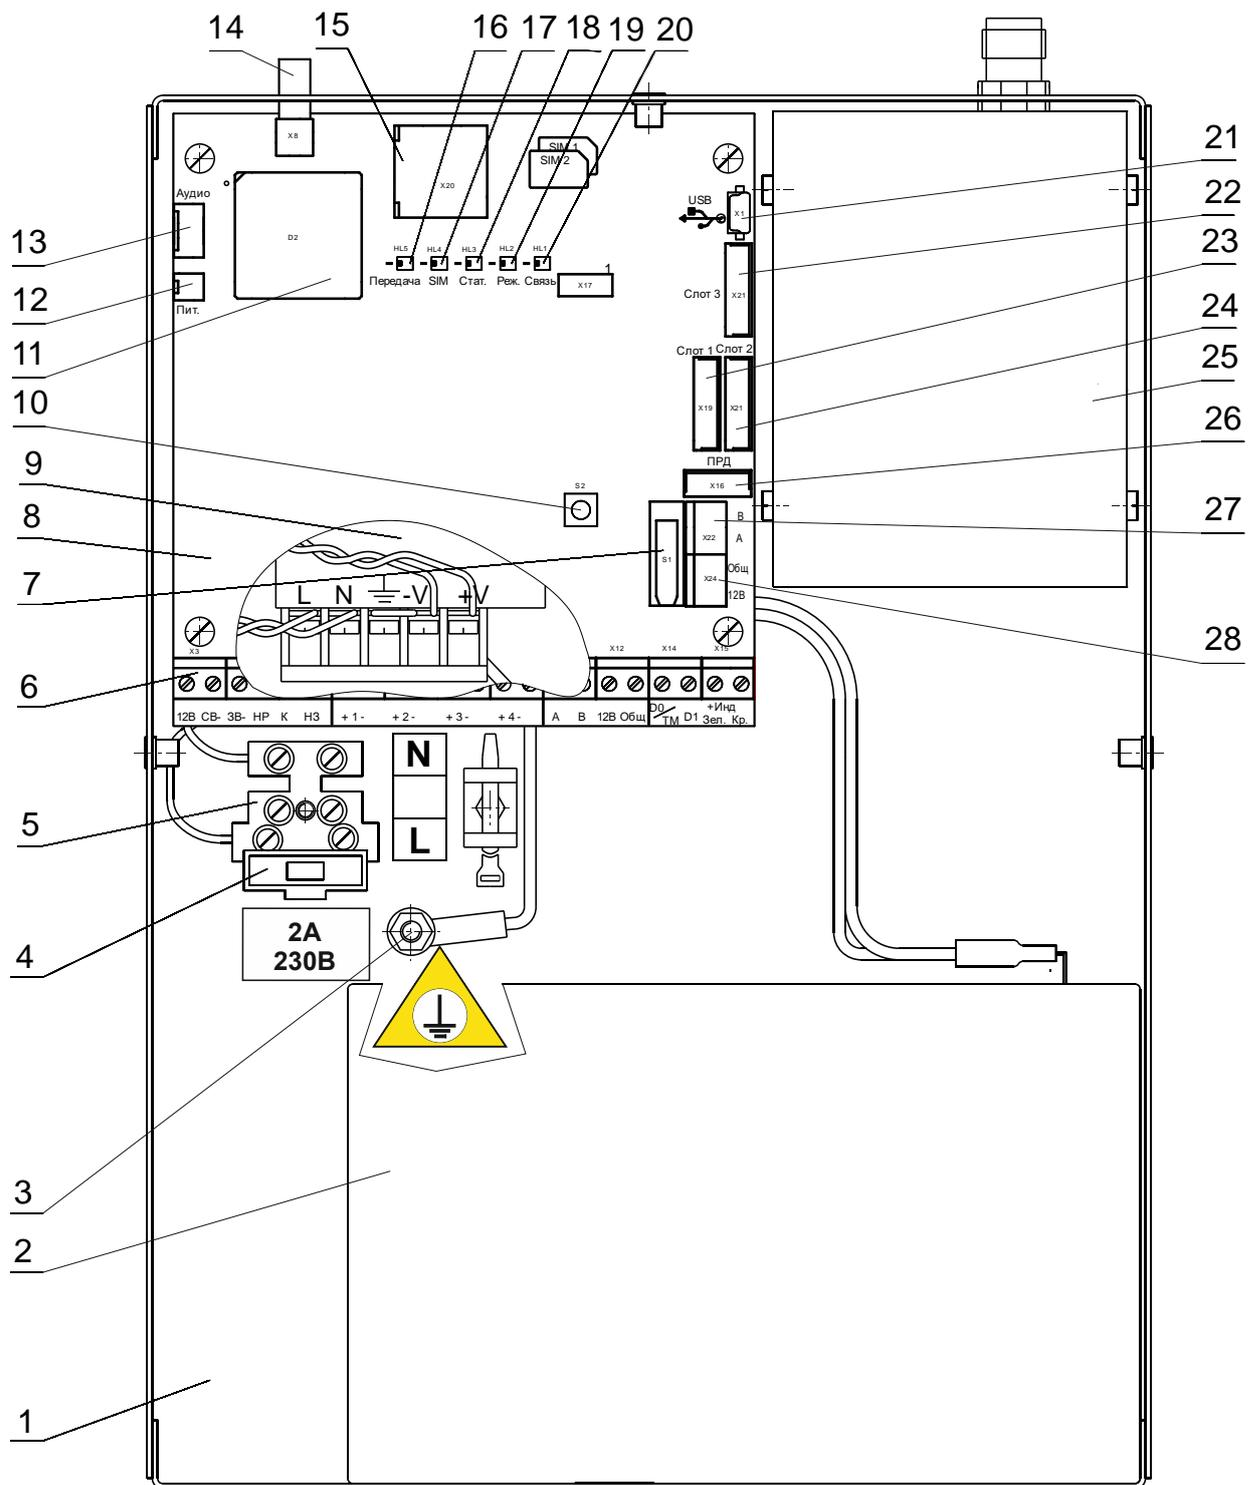

Рисунок 1
3.3.1 К линии № 1 (входы «А», «В», «12В», «Общ» см. рисунок 1, поз. 6) подключаются приборы ПОО/ППКП «Протон» в режиме ППКП - для увеличения количества шлейфов, а также клавиатуры «Протон КС-20» и расширители РШР в количестве до 32 устройств (рисунок 5).
3.3.2 К линии № 2 (входы «А», «В», «12В», «Общ», см. рисунок 1, поз. 27, 28) подключается объектовая система охранной и пожарной сигнализации стороннего производителя. По линии может осуществляться прием извещений от: